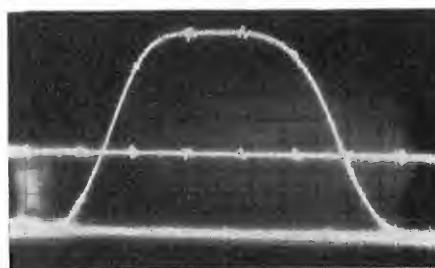
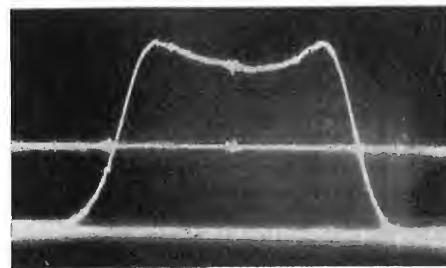
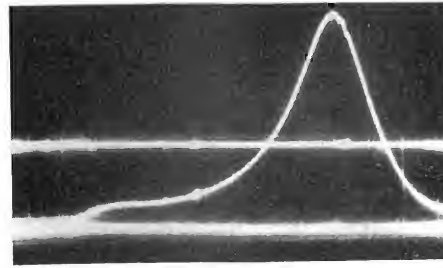

Fig. 4 - Curva di risposta F.I.
Fig. 5 - Curva di risposta di crominanza totale.
Fig. 6 - Curva di risposta dei primi due stadi del canale di crominanza solo.
F.I., che variano nel senso opposto. Il controllo degli stadi RF per i gruppi VHF ed UHF contribuisce 20 dB al campo di regolazione totale di 70 dB. La curva di risposta dell'amplificatore F.I. si distingue da quella di un televisore monocromatico in quanto essa presenta al lato opposto del fianco di Nyquist un altro fianco lineare il centro del quale corrisponde alla frequenza intermedia della sottoportante (Fig. 4). In questo modo l'amplificazione della sottoportante viene ridotta di 6 dB rispetto alle frequenze medie della banda passante e la risposta nella zona delle frequenze di crominanza decresce verso le frequenze che corrispondono alle frequenze alte di crominanza. (Questo accorgimento ha lo scopo di ridurre la modulazione incrociata del segnale di luminanza coll'informazione del segnale di crominanza nei colori di bassa luminanza e di forte saturazione). Per compensare questo andamento asimmetrico della risposta per le frequenze di crominanza ed ottenere una curva di risposta totale piana (Fig. 5) è stata data all'amplificatore di crominanza una curva di risposta asimmetrica nel senso opposto (Fig. 6).